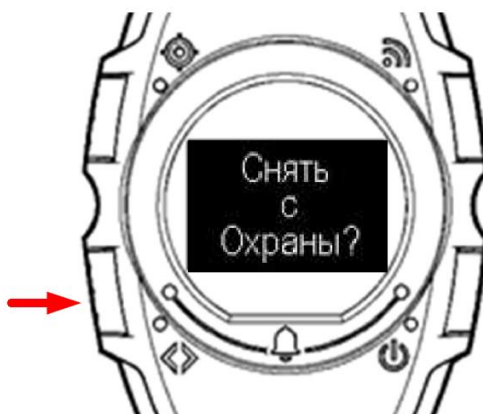

Рисунок 3.18
3.3.2.4 Произвести короткое нажатие на кнопку "Ввод" УПОВ, на экране УПОВ появится запрос на действие (см. Рисунок 3.18).